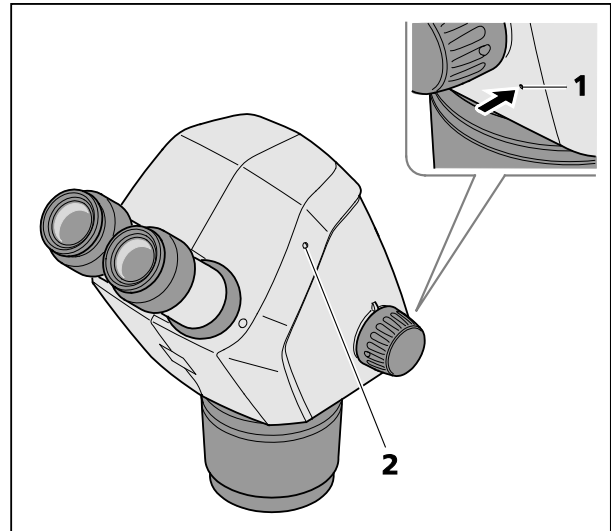

Figura 10 Reset della camera integrata
- Mantenere premuto il bottone reset (Figura 10/1) almeno 10 secondi, p. es. con l'aiuto di un fermaglio aperto.
Terminata l'inizializzazione della camera, il LED di stato (Figura 10/2) è sempre acceso.